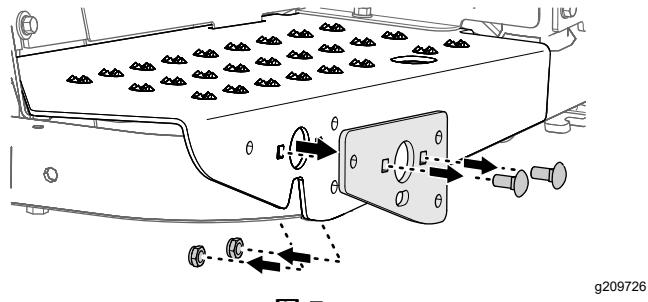

图 7
3. 从机器上卸下枢轴支架、2 个托架螺栓 $5/16 \times \frac{3}{4}$ 英寸 和 2 个锁紧螺母 $5/16$ 英寸 图 7。